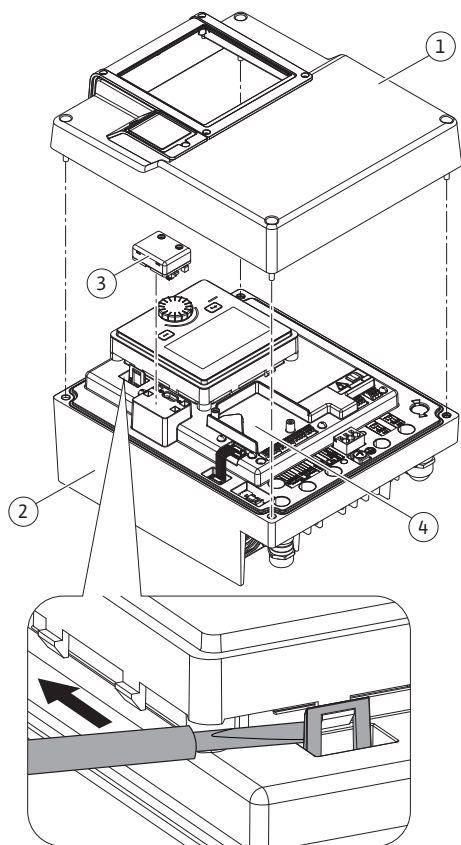
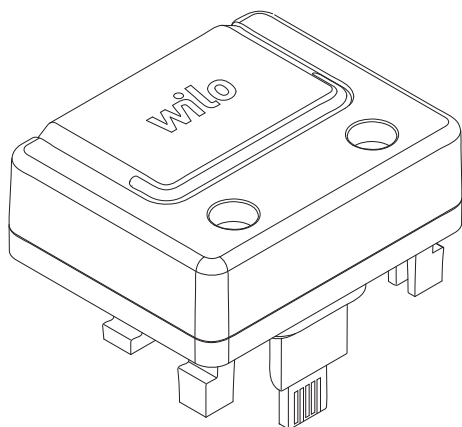

Fig. 25: Elektronski modul
Fig. 26: Wilo-Smart Connect modul BT
1. Kavlje (Fig. 25) previdno odprite z orodjem (npr. izvijačem).
Vmesnik Bluetooth modula Wilo-Smart Connect BT (Fig. 25, poz. 3 in Fig. 26) se uporablja za povezavo z mobilnimi končnimi napravami, kot so pametni telefoni in tablični računalniki. Funkcija Wilo-Smart Connect je na voljo v aplikaciji Wilo-Assistent. S funkcijo Wilo-Smart Connect lahko upravljate in nastavite črpalko ter odčitate njene podatke. Za nastavitve glejte poglavje »Zagon« [► 47].
1. Odvijte štiri vijake zgornjega dela elektronskega modula (Fig. 25, poz. 1; Fig. I, poz. 2).
3. Modul Wilo-Smart Connect BT vstavite v predvideni vmesnik Wilo-Connectivity Interface. Glejte Fig. 25, poz. 3.
CIF-moduli (dodatna oprema) so namenjeni za komunikacijo med črpalkama in centralnim nadzornim sistemom zgradbe. CIF-moduli se nataknejo v elektronskem modulu (Fig. 25, poz. 4)